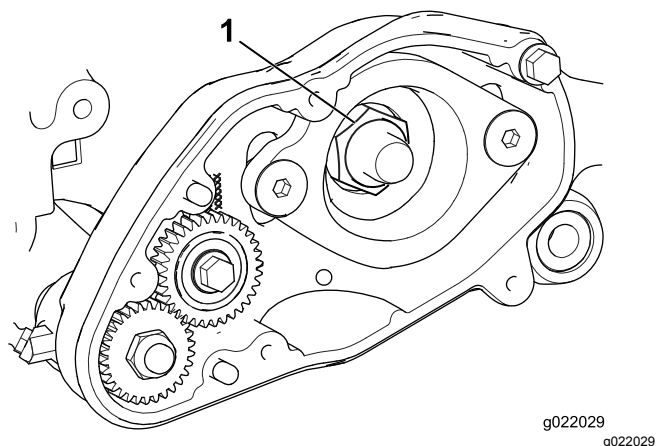

Figure 10
1. Retirez le contre-écrou de roulement de cylindre de l'arbre du cylindre (Figure 10).